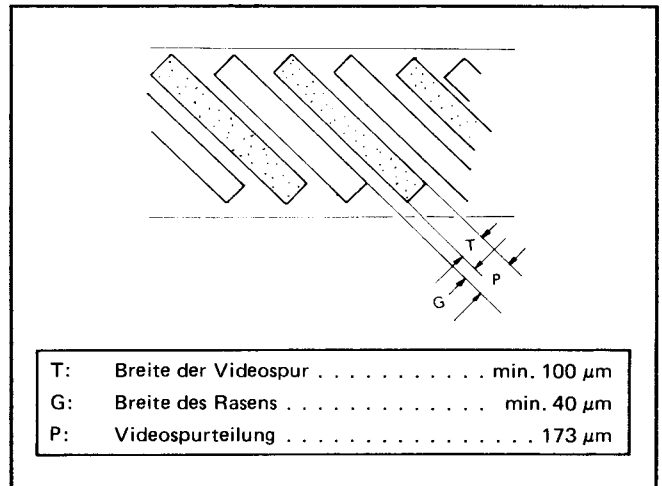

Abb. 1 Spurschema eines konventionellen Video-Systems
In Abb. 1 ist das Spurschema eines konventionellen Systems mit der Videospurteilung (P) gezeigt.